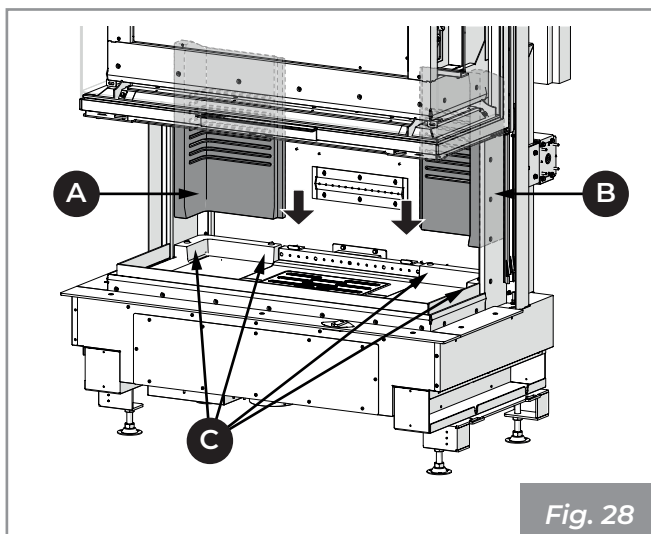

Fig. 28
- 3) Placer le joint torique (3) en l'insérant dans son support.
- 4) Positionner les panneaux (3) en les posant sur les supports.
- 5) Poser les dossiers latéraux en réfractaire (A, B) contre le mur de l'Ecomonoblocco et les faire délicatement glisser pour les centrer avec les protubérances (C) présentes dans la base en réfractaire (Fig. 28).